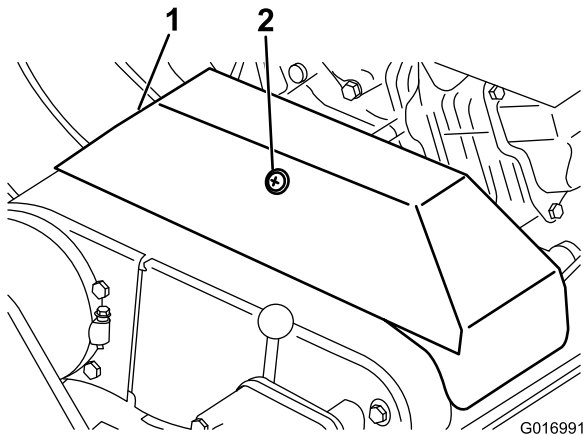

Figure 39
2. Desserrez le dispositif de retenue du couvercle de la courroie trapézoïdale et ouvrez le couvercle (Figure 39).